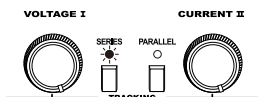

图 3
1. 短按 SERIES 按键,按键灯亮起,此时电源设定在串联追踪模式。图3所示